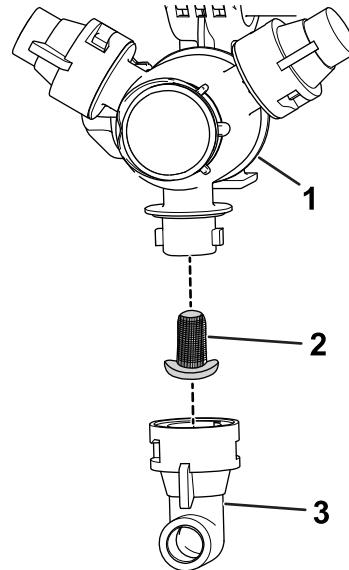

Figura 104
2. Rimuovete l'ugello dalla torretta di irruzione (Figura 104).
3. Rimuovete il filtro dell'ugello usato (Figura 104).
4. Montate il nuovo filtro dell'ugello (Figura 104).
5. Montate l'ugello sulla torretta di irruzione (Figura 104).